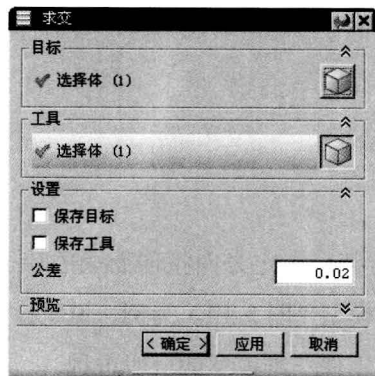

图 3.3.6 “求交”对话框
Step 2 选择下拉菜单 **插入(I) → 组合(B) → 求交(I)...** 命令，系统弹出图 3.3.6 所示的“求交”对话框。